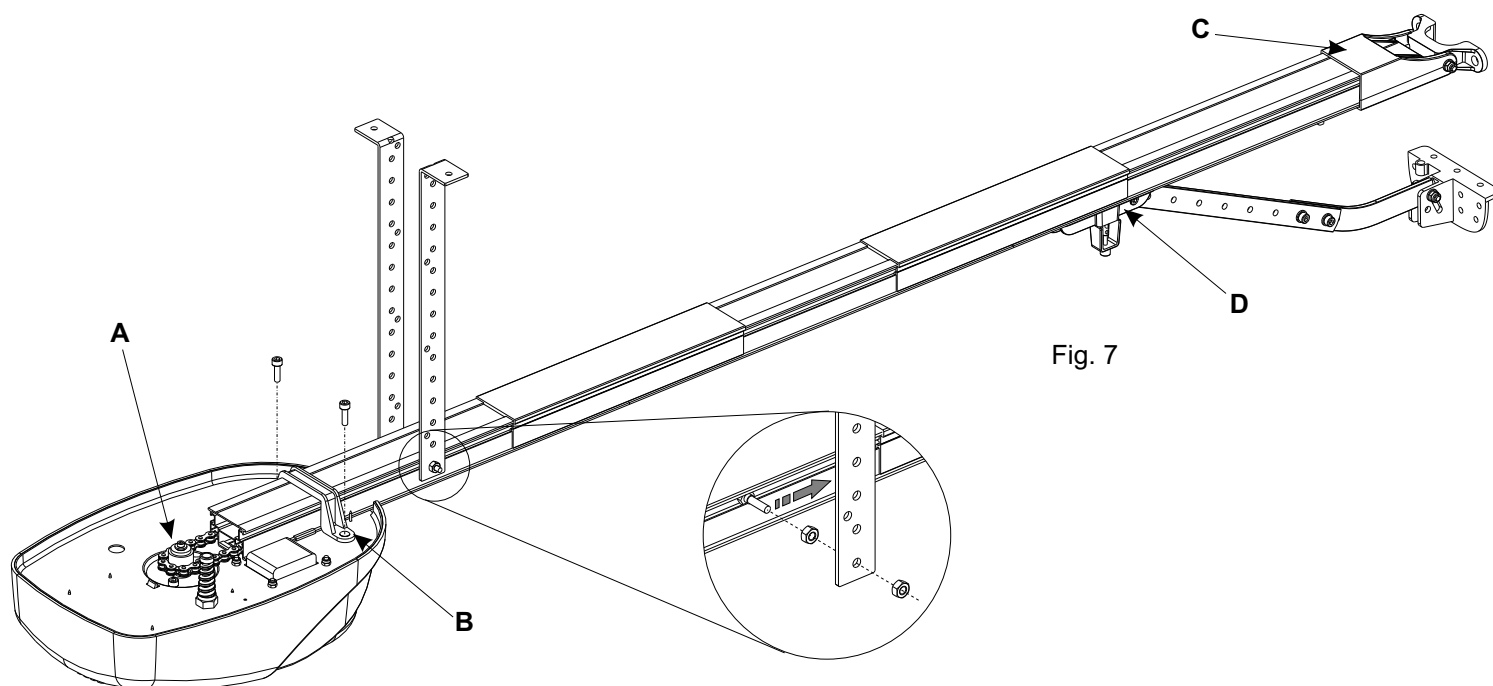

Fig. 7
NOTA: Dans Fig. 4 il y a une couple de vis insérée dans les fentes qui servira pour fixer le CORONA au plafond à l'aide des brides spéciales. (Voir Fig. 7).
- S'assurer que la chaîne est bien insérée sur le pignon du corps Corona. (Fig. 7 - A)
- Porter à la battue la guide sur le corps Corona et fixer la avec la bride spéciale. (Fig. 7 - B)
- Fixer sur l'autre extrémité de la guide le support de la jonction antérieure. (Fig. 7 - C)
Important: Il faut tenir toujours bien lubrifiée la chaîne et le support d'écurement (Fig. 7 - D).